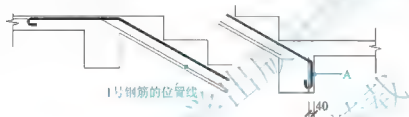

图 5.82 绘制辅助线
(8) 绘制板下部的受力筋。
① 将 A 线向左偏移 40mm 并将板下部受力筋的位置线的左端点延伸至 1 号负弯矩筋处, 如图 5.82 所示。